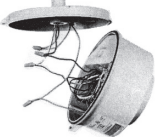

FIGURE 2
3. Suspendre le boîtier du ballast sur le crochet de charnière du module du couvercle. Voir la figure 2.
4. Branchez les câbles d'alimentation aux fils conducteurs (ou bornes) du luminaire selon les schémas de câblage à l'aide de méthodes conformes à tous les codes qui s'appliquent. Voir la figure 2. Serrez toutes les connexions électriques.